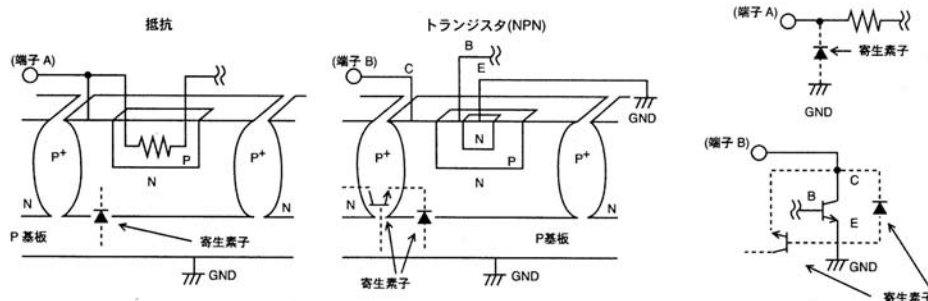

Fig.26 モノリシック IC の簡易構造例
7. 本 IC はモノリシック IC であり、Fig.26 のように P 基板(サブストレート)と、各素子間に P⁺アイソレーションを有しています。この P 層と各素子の N 層とで P-N 接合が形成され、電位関係が、